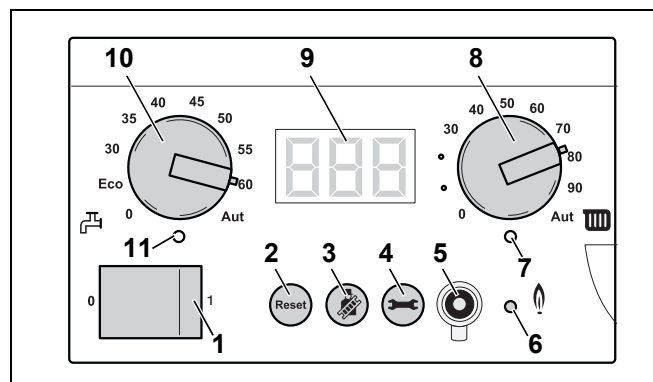

Bild 94 Grundkontroll BC10
- Ange den önskade temperaturen för varmvattnet i varmvattenberedaren (se tab. 17) med vridknappen för varmvattenbörvärde (bild 94, pos. 10).